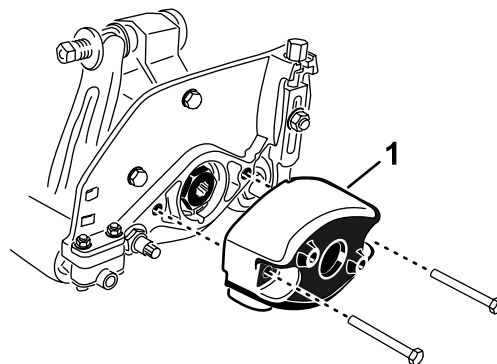

図 8
1. カウンタウエイトをカッティングユニットの左側に固定しているボルト2本を外す。カウンタウエイトを取り外す **図 8**。
5. カッティングユニット右側で、カウンタウエイトの Oリングに薄くオイルを塗り、先ほど取り外したボルトを使ってウェイトをカッティングユニットに取り付ける **図 8**。ボルトを 16-20 N·m 3.7-4.6 kg·m = 12-15 ft·lb にトルク締めする。